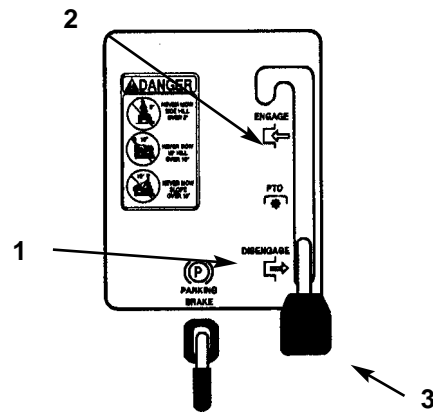

Figure 4
2. Mettre la commande des lames (prise de force) sur ENGAGED (EMBRAYEE) (Fig. 4).
2. Mettre la commande des lames (prise de force) sur DISENGAGED (DEBRAYEE) (Fig. 4).